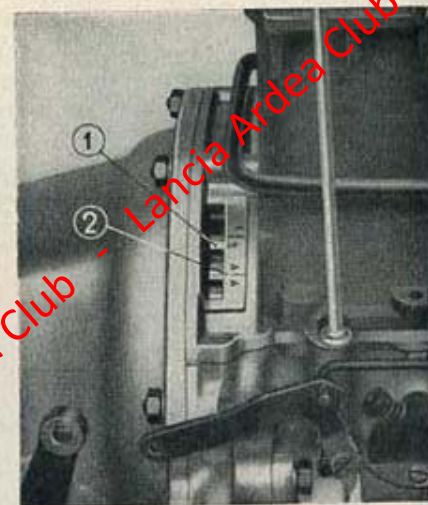

Fig. 14. - Messa in fase dell'accensione.
- a) Girare, con la manovella, l'albero motore fino a che il dente del volano che porta incisa la lettera « O » coincida con l'indicazione A/A segnata sul fondo della feritoia della cuffia di protezione del volano motore (vedi fig. 14), osservando che le valvole del cilindro N. 2, primo in ordine di accensione, siano chiuse.